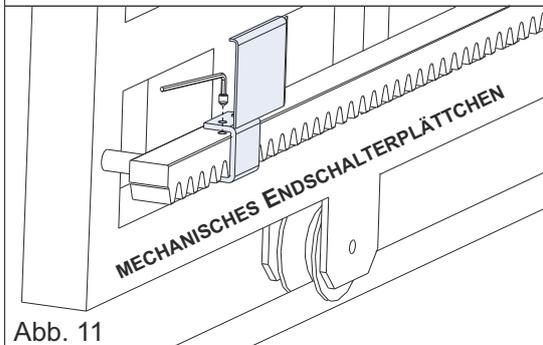
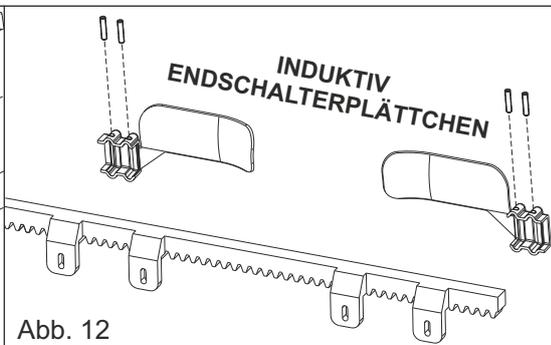
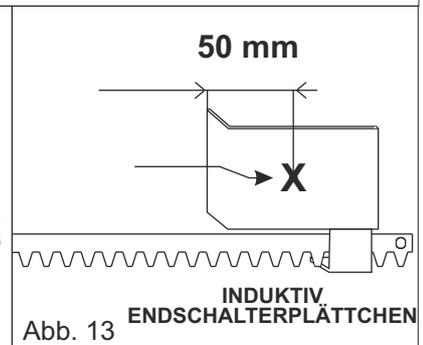
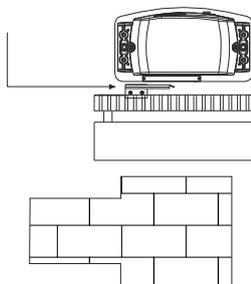

Abb. 11
Abb. 12
Abb. 13
Abb. 14
- **MECHANISCHER ENDSCHALTER:** Bringen Sie das Plättchen (Abb.11) auf die gewünschte Endschalterposition (Abb. 14) auf der Zahnstange. Befestigen Sie das Plättchen mit den mitgelieferten Schrauben an der Zahnstange
- **INDUKTIVER ENDSCHALTER:** Bringen Sie das Plättchen (Abb.12) auf die gewünschte Endschalterposition (Abb.14) auf der Zahnstange. Befestigen Sie das Plättchen mit den mitgelieferten Schrauben an der Zahnstange. Bringen Sie das Öffnungsblech des induktiven Endschalters (angezeigt durch einen Pfeil auf dem Endschalter) auf den Punkt «X» auf dem Plättchen (50 mm von der geknickten Seite - Abb.13)
- **MECHANISCHER ENDSCHALTER:** Bringen Sie das Plättchen (Abb.11) in die gewünschte Endschalterposition (Abb. 14) auf der Zahnstange. Befestigen Sie das Plättchen mit den mitgelieferten Schrauben an der Zahnstange